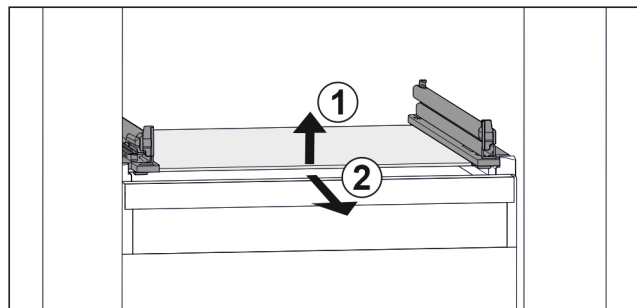

Fig. 37 Exemple de représentation de la tablette en verre
- ▶ Soulever la tablette en verre par l'avant. Fig. 37 (1)
- ▶ Retirer la tablette en verre par l'avant. Fig. 37 (2)